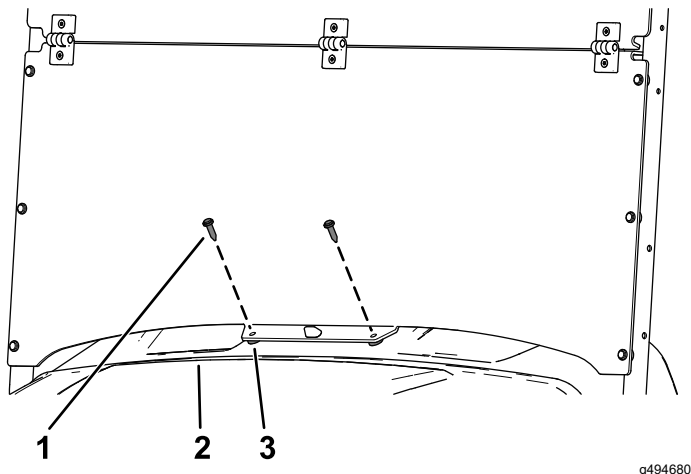

Figura 5
5. Sujete el borde inferior de la parte inferior del parabrisas al salpicadero con 2 espaciadores de plástico y 2 remaches de plástico largos (Figura 5).